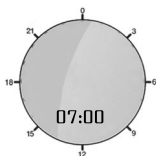

Рисунок 6. Настройка времени
Включите терморегулятор и далее нажмите и удерживайте нажатыми клавиши ▲ (10) и ▼ (11) в течение 5 сек. На дисплее появится время с мигающей индикацией минут (рис. 6).